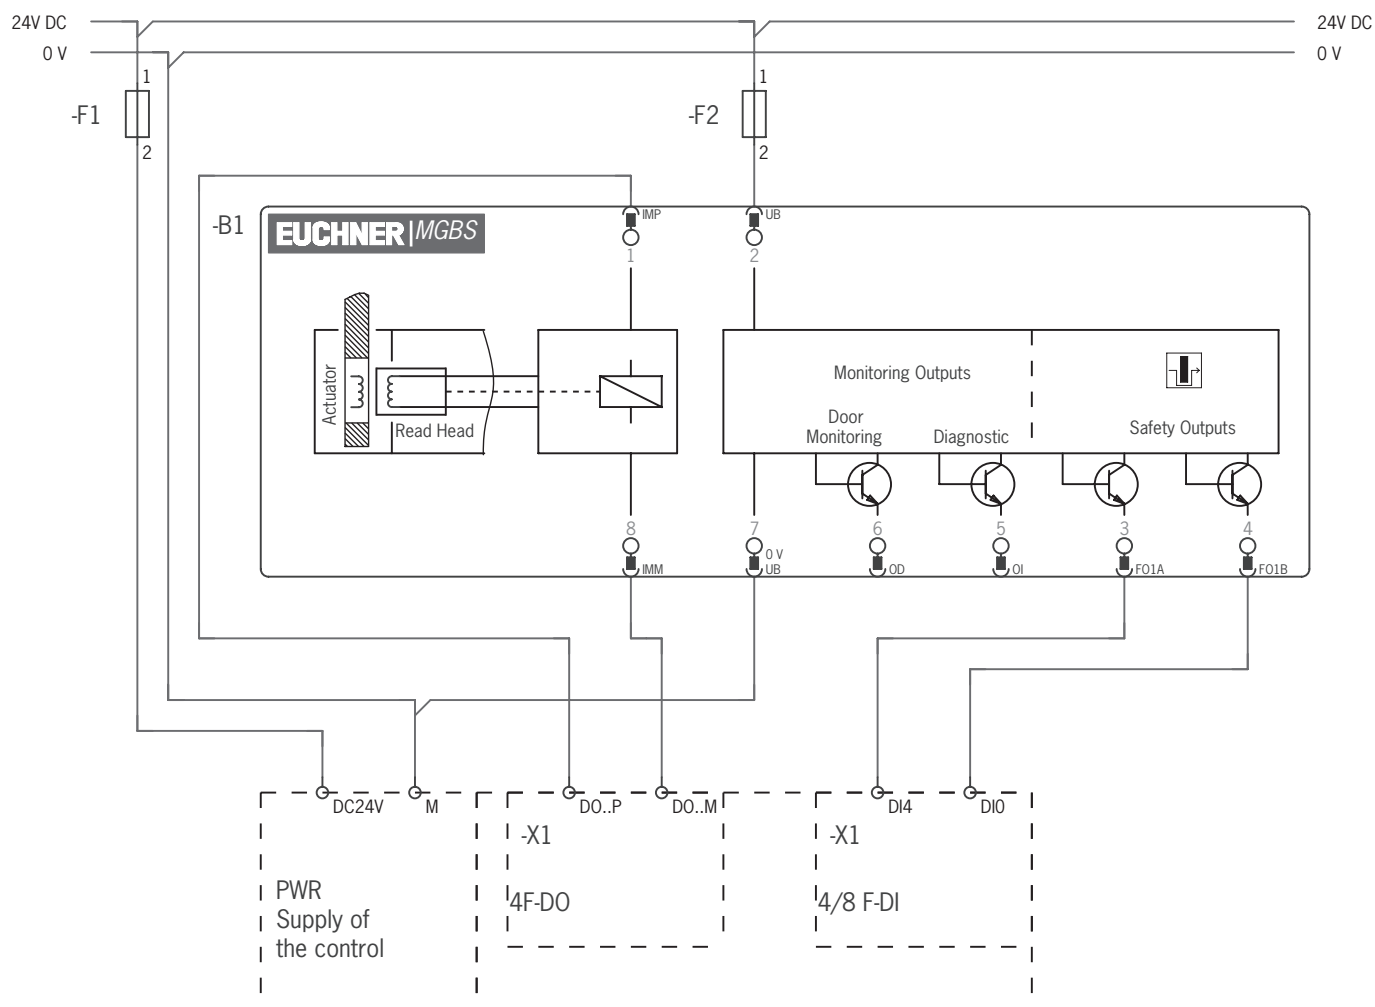

Fig. 5: Esempio per il collegamento su ET200
- ▶ Con il comando a due canali della tensione del magnete attraverso le uscite sicure di un sistema di controllo, tener conto dei seguenti punti (vedere anche la Fig. 5 a pagina 25):